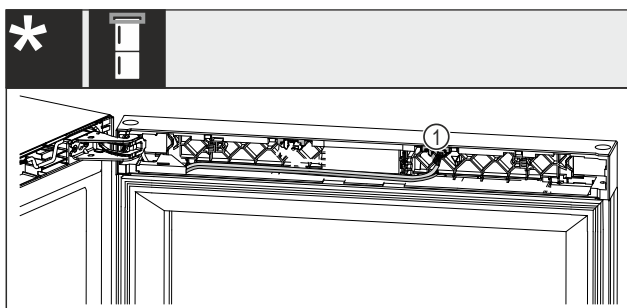

Fig. 24 Kombinált borhűtő-fagyasztókészülékek*
- ▶ Húzza ki a dugót Fig. 24 (1) a házból.*